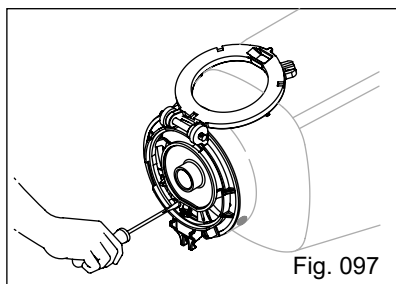
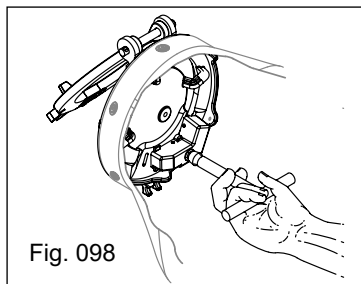

Fig. 097
Fig. 098
a) Solte o parafuso que fixa a caixa distribuidora de sementes utilizando uma chave de fenda (Fig. 097) e uma chave passante para remover a porca (Fig. 098).